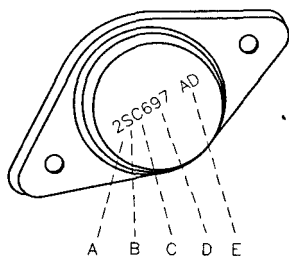

Рис. 5.20. Маркировка 2SC указывает на то, что данный элемент является высокочастотным транзистором п–р–п типа
- позиция маркировки, помеченная буквой «А», относится к указателю типа транзистора, а цифра обозначает число активных электрических соединений плюс один (рис. 5.20);
Таким образом, по маркировке полупроводникового прибора можно определить тип проводимости транзистора, приблизительно оценить его рабочий частотный диапазон. Цифры и буквы, стоящие в маркировке транзистора после первых символов, обозначают номер конструктивной реализации полупроводникового прибора. Необходимо заметить, что дополнительные буквы «В» или «С» в позиции маркировки, отмеченной на рис. 5.20 буквой «Е», указывают на то, что эти транзисторы гораздо совершеннее, чем транзистор с дополнительной буквой «А».